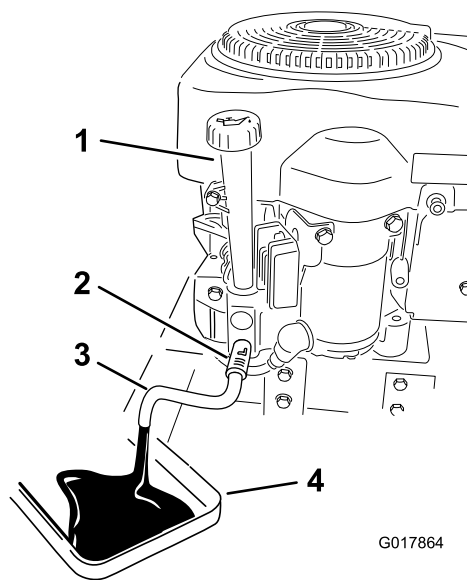

Figura 31
4. Limpie la zona alrededor del tapón de vaciado, situado en el bastidor de la máquina. Localice el tubo de vaciado y colóquelo sobre la válvula de vaciado (Figura 31).
6. Coloque un recipiente debajo de la máquina, directamente debajo del tubo de vaciado, según se muestra en Figura 31.
7. Gire la válvula de vaciado 1/4 de vuelta en el sentido contrario a las agujas del reloj para abrirla y dejar que el aceite se drene. Retire el tapón de llenado/varilla (Figura 31).
10. Vierta lentamente el 80% aproximadamente de la cantidad especificada de aceite por el orificio de llenado (Figura 31). Compruebe el nivel de aceite; consulte Verificación del nivel de aceite.